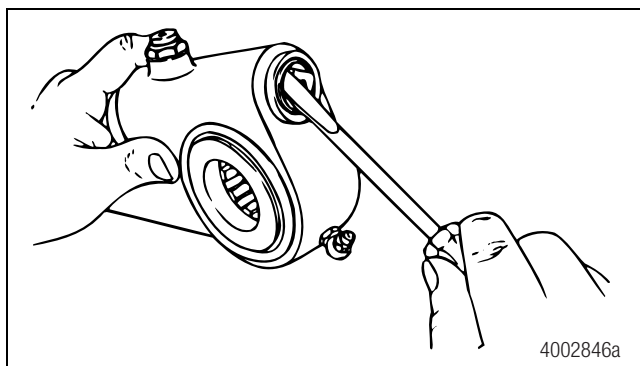

Figura 3.17
8. Use un destornillador pequeño para retirar el sello de grasa del orificio del sinfín. Figura 3.17. Deseche el sello. Use un sello nuevo cuando ensamble el ajustador.